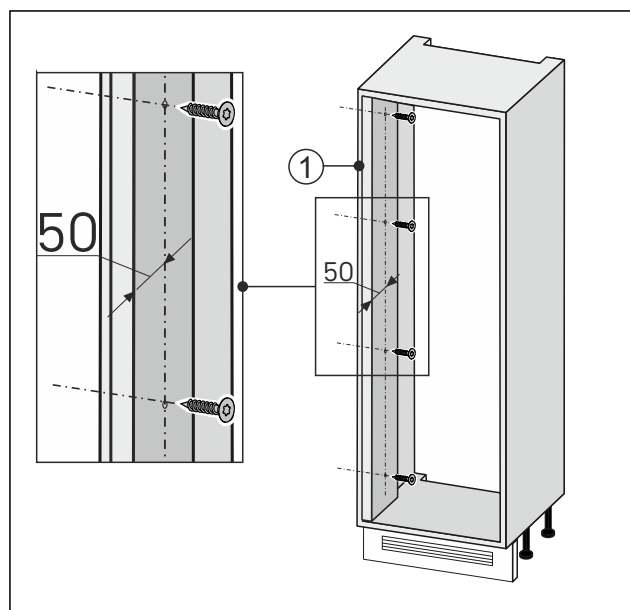

Fig. 88
- Skru veggutjevningen fast på døråpningssiden Fig. 88 (1) med møbelnisjen.